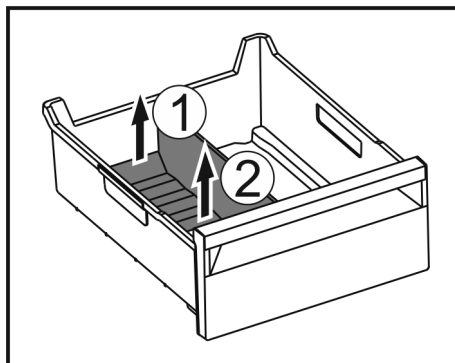

Fig. 114
► Повдигнете задната част на разделителя на отделението за лед. Fig. 114 (1)
► Извадете разделителя на отделението за лед нагоре. Fig. 114 (2)